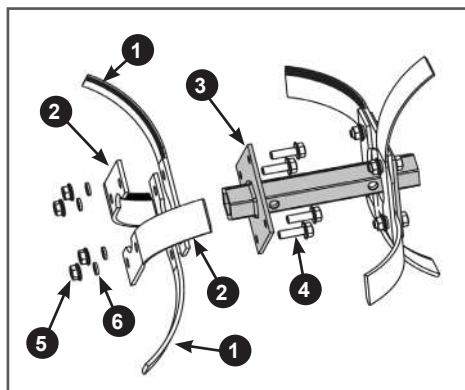

Рис. 16. Установка ножей на внутренний фланец основной секции оси фрезы
- Установите ножи на внешний (со стороны редуктора) фланец 3 основной секции оси (Рис. 16). Со стороны уже собранной на внутреннем фланце группы ножей вставьте в отверстия во внешнем фланце 3 оси болты 4, далее в соответствии с рисунком 16 на внешний фланец 3 оси с внешней его стороны установите правые ножи 1 (имеющие изгиб в сторону от редуктора). После этого установите левые ножи 2 (имеющие изгиб к редуктору) как показано на Рис. 16, затем установите пружинные шайбы 6 и закрутите гайки 5 (Рис. 16). Затяните все резьбовые соединения